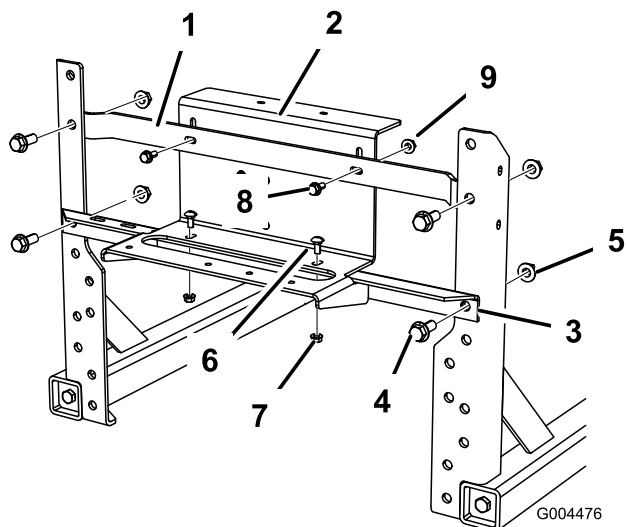

図 10
1. 先ほど古いブームアップライトから外した横部材下側横部材を取り付ける既存の締結具を使用する 図 10。